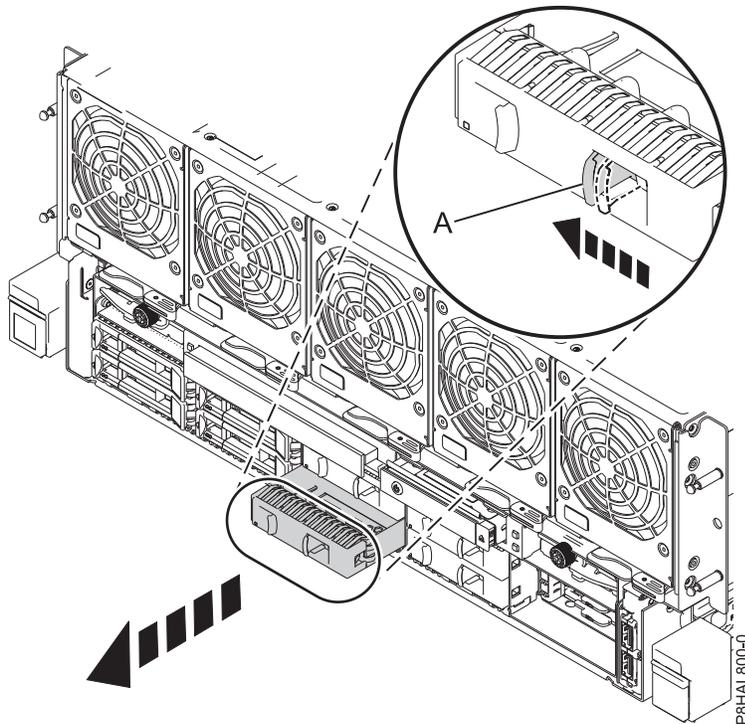

Figura 2. Remover um enchimento de uma unidade de disco de um sistema de 8408-44E ou 8408-E8E
- a. Empurre o trinco (A) na pega do enchimento na direcção demonstrada em Figura 2 na página 5.